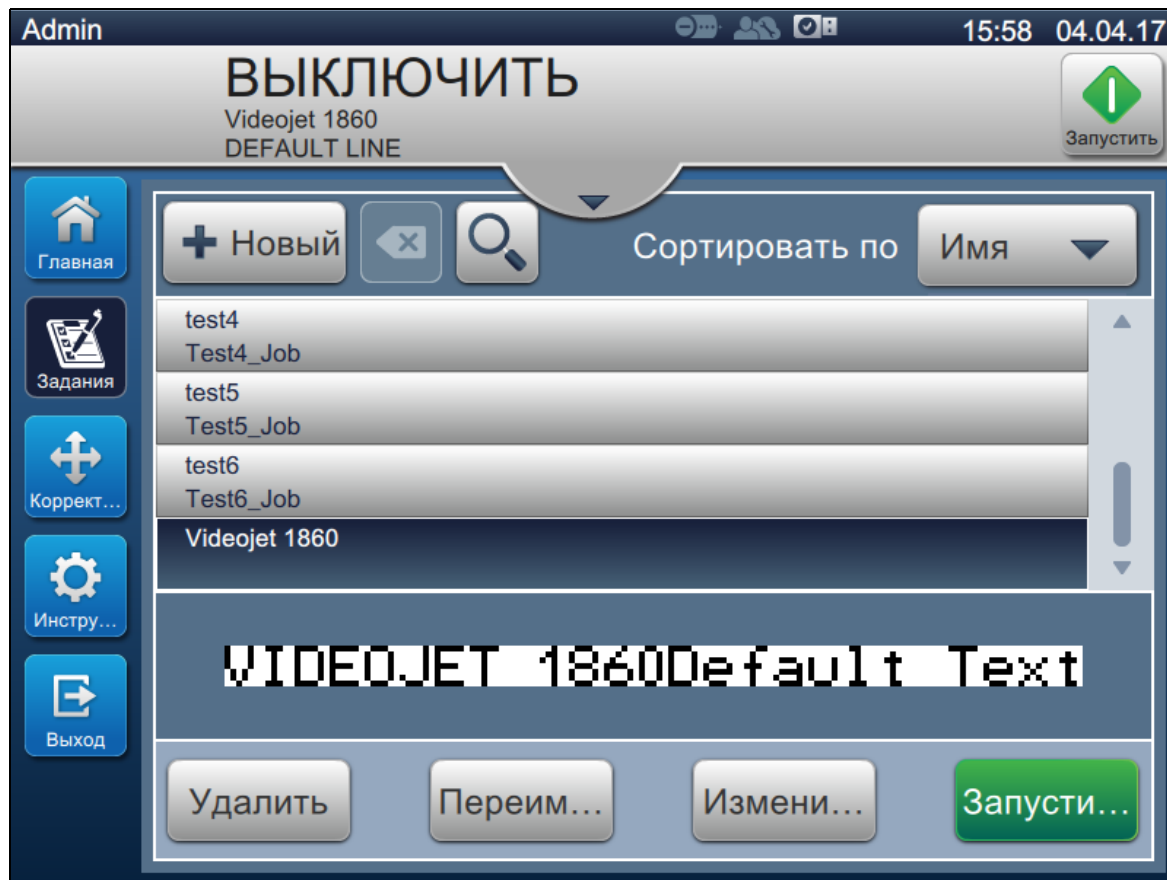

Рис. 5-1. Экран со списком заданий
1. Нажмите кнопку . Отобразится экран «Список заданий», как показано на Рис. 5-1.